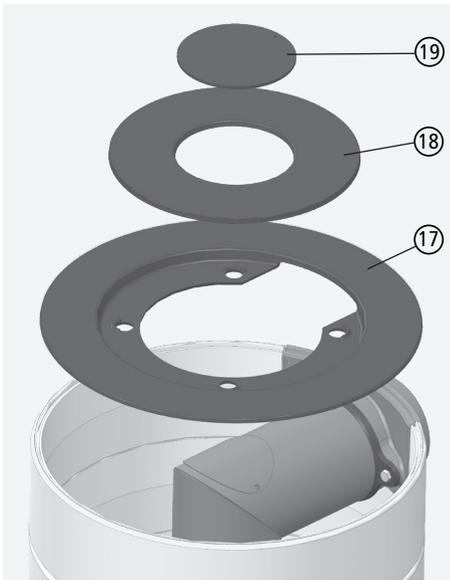

Fig. 3.44 Plaque de couverture en fonte
- ①⑦ insérer la plaque de couverture en fonte (elle est posée dans le rebord circulaire du dernier anneau en fonte), la réservation se trouve au-dessus de la tubulure de raccordement (voir Fig. 3.44),
- ①⑧ insérer l'insert d'accumulation circulaire dans la plaque de couverture en fonte (les 4 ergots en fonte de l'insert d'accumulation sont dans les trous correspondants de la plaque de couverture en fonte),
- ①⑨ placer le couvercle d'obturation.